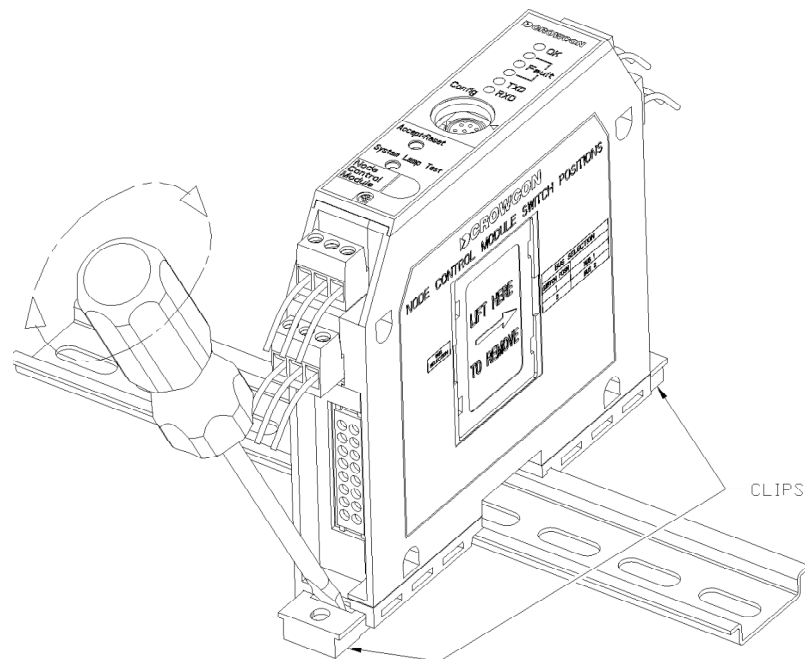

Abbildung 14: Modul auf DIN Schiene und Vorgehen zur Demontage
Module werden in die Anschlüsse auf der DIN Schiene gesteckt und werden mithilfe von Kunststoffklammern in ihrer Position fixiert. Siehe Abbildung 14.
2. Zur Demontage eines Moduls heben Sie die obere Klammer mit einem Schraubendreher nach oben und die untere Klammer nach unten ab, wie in Abbildung 14 dargestellt. Ziehen Sie das Modul von der DIN Schiene ab.